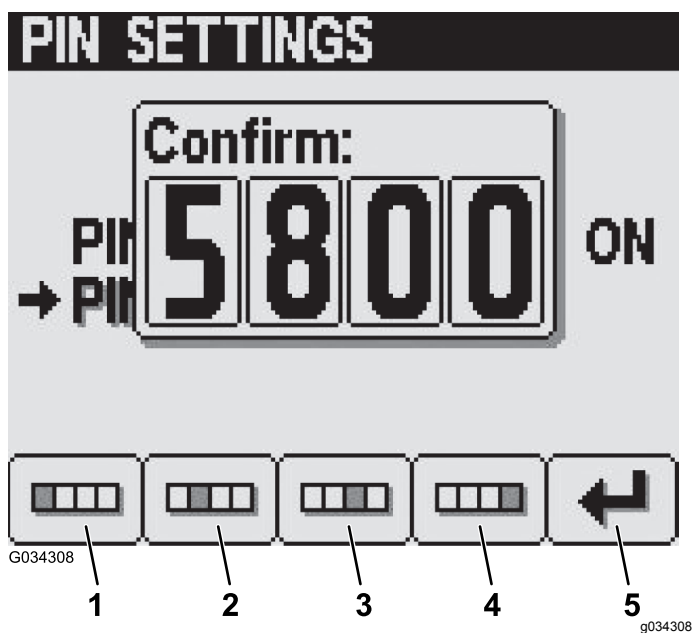

Figure 29
6. Dans l'écran de confirmation, appuyez sur les boutons 1 à 4 pour saisir le nouveau code PIN. Appuyez sur le bouton 5 quand vous avez terminé (Figure 29).
Remarque: Après confirmation du code PIN (Figure 29), l'écran Code PIN correct s'affiche pendant 5 secondes environ.